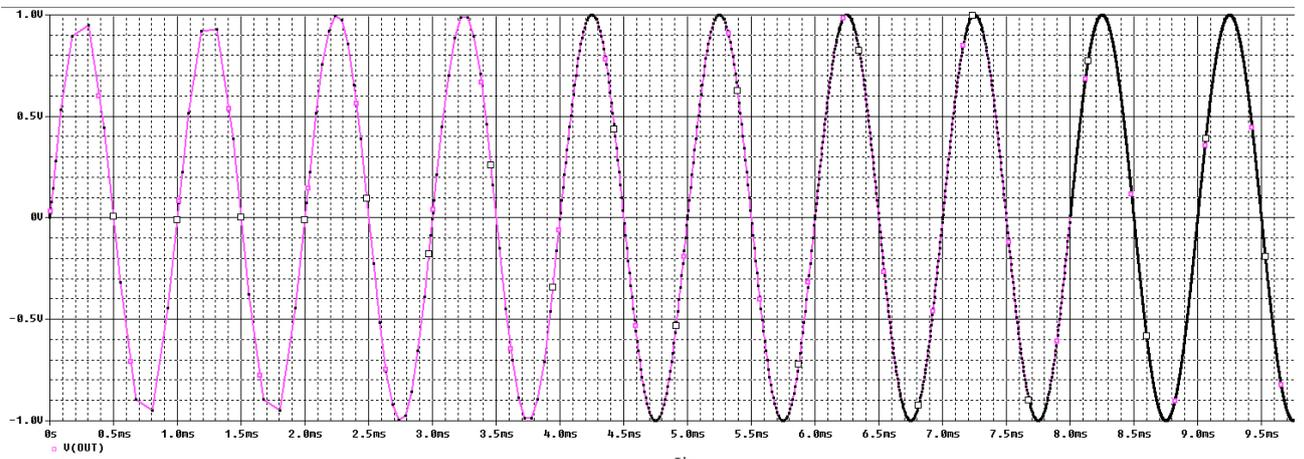

Рис. 3.12. Моделирование с уменьшением шага
5. Выполняем Run и видим уменьшение размера максимального шага моделирования (рис. 3.12)